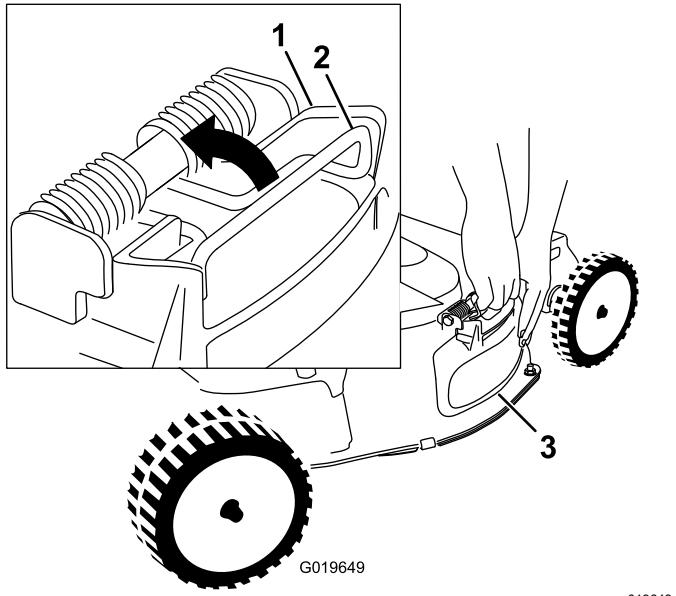

Figure 23
- Déposez le déflecteur d'éjection latérale en tirant sur le ressort qui le maintient en place (Figure 23).